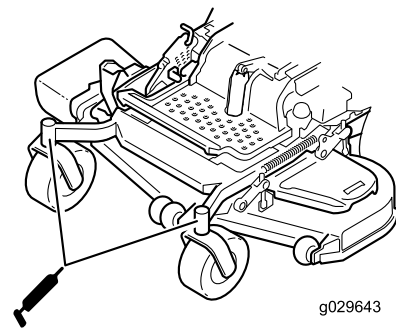

Figure 44
6. Remettez le bouchon hexagonal et le capuchon antipoussière en place (Figure 44).
7. Graissez les roulements des roues pivotantes (Figure 44).